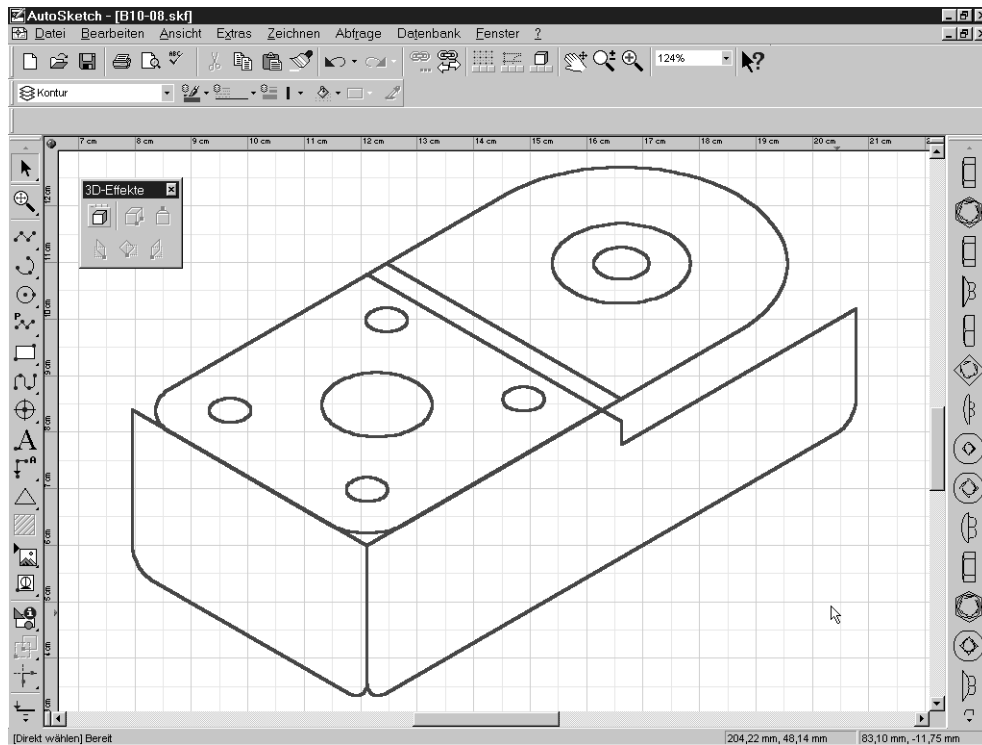

Abbildung 10.8: Isometrische Ebenen montiert
- Verschieben Sie die obere linke Kontur. Bringen Sie dabei den Punkt P3 auf den Punkt P4. Das Ergebnis sollte wie in Abbildung 10.8 aussehen. Falls nicht, haben Sie in Ihrem Ordner \Aufgaben die Zeichnung L10-01.SKE. Darin ist der Stand der Zeichnung in Abbildung 10.8.